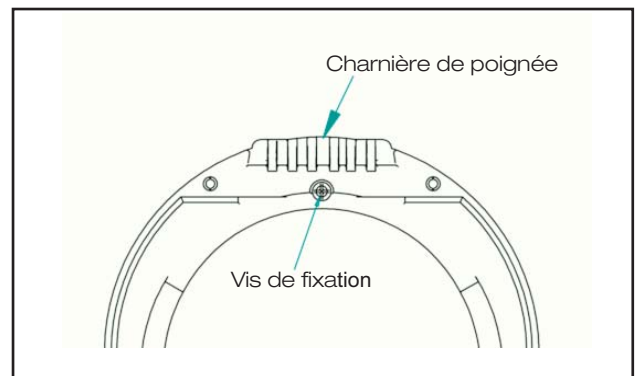

Fig. 10
3. Retirer la vis de fixation (voir fig.10).